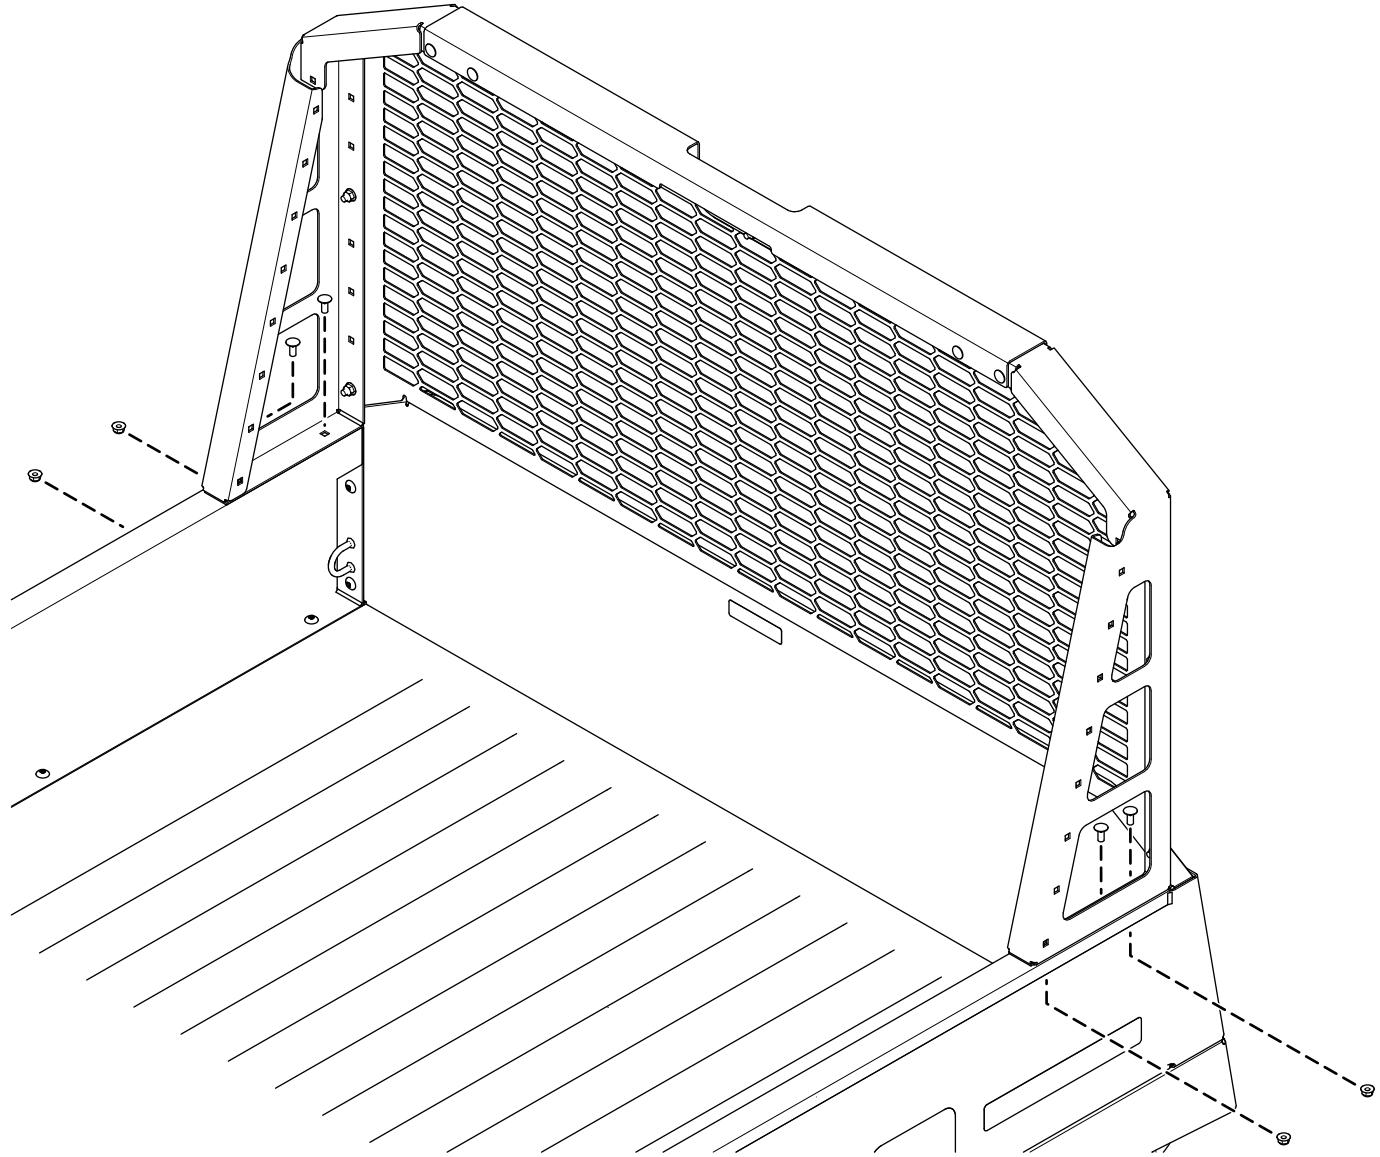
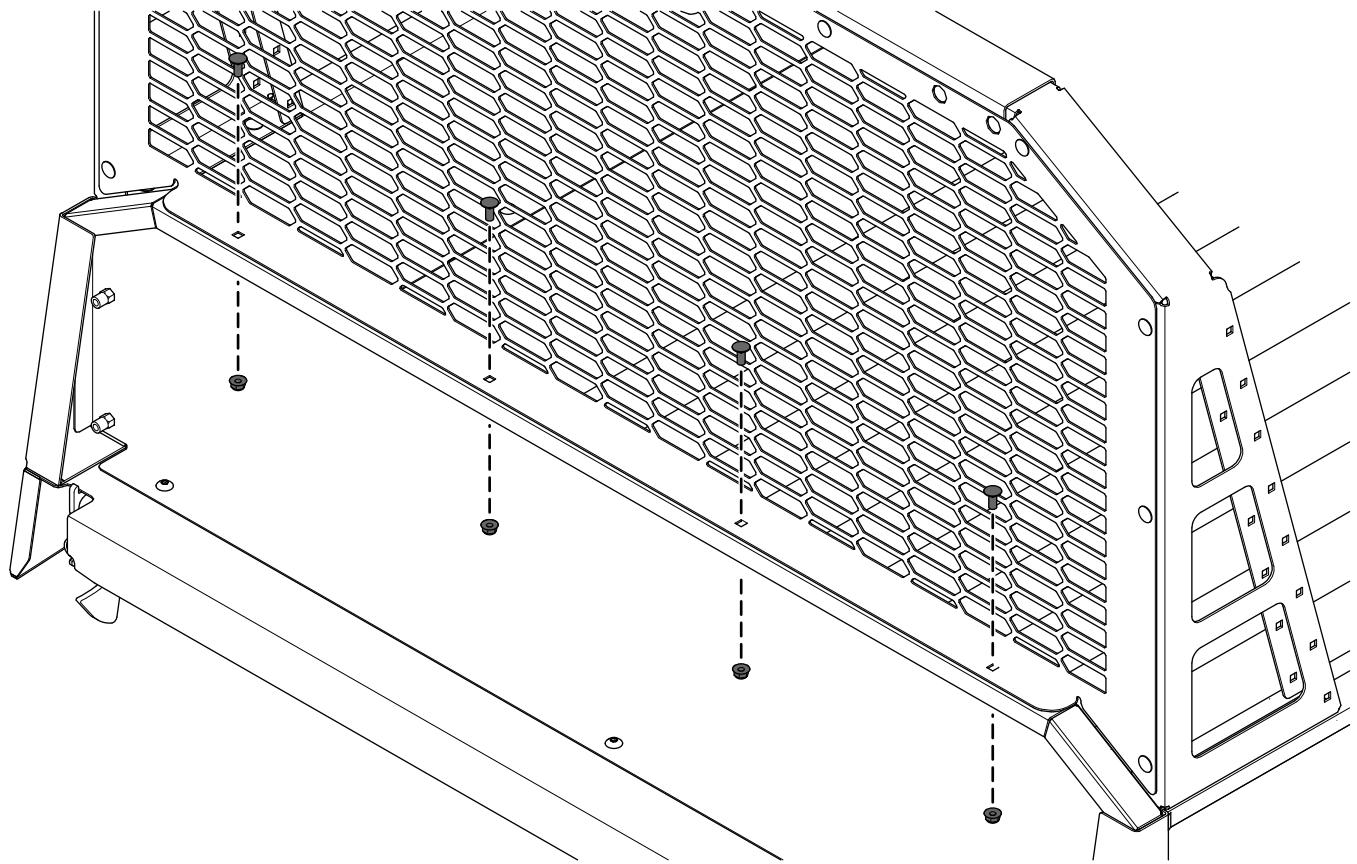

Figure 5
Figure 6
8. Placez les racks assemblés sur le plateau de chargement et fixez-le légèrement en place à l'aide de 8 boulons de carrosserie (5/16" x 3/4") et 8 contre-écrous (5/16"), comme montré à la Figure 5 et la Figure 6.